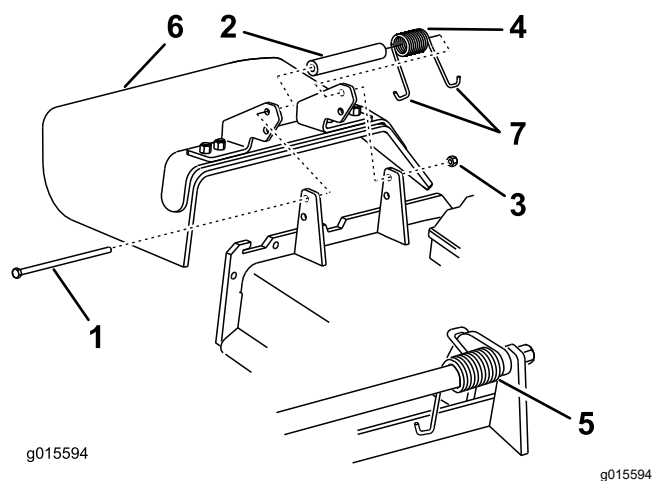

Figure 124
1. Retirez le contre-écrou, le boulon, le ressort et l'entretoise qui fixent le déflecteur aux supports de pivot (Figure 124).
2. Enlevez le déflecteur s'il est endommagé ou usé (Figure 124).
Remarque: Prenez soin de placer une extrémité en J du ressort derrière le bord du tablier avant de mettre le boulon en place, comme montré à la Figure 124.
- Placez une extrémité en J du ressort autour du déflecteur d'herbe (Figure 124).